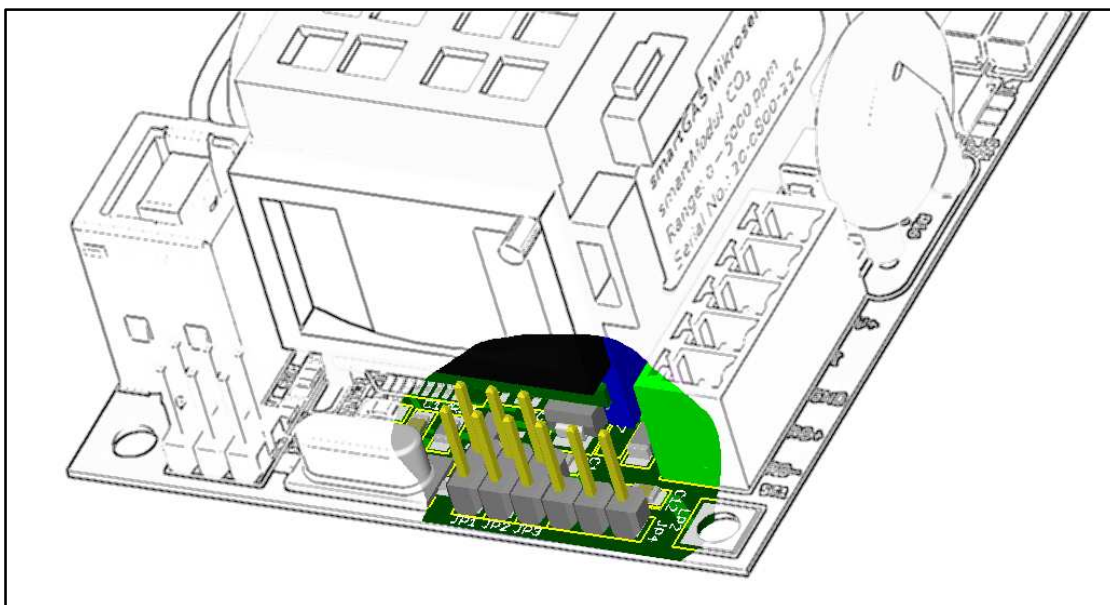

Bild 5: Jumper 3 nicht gesteckt → Bereich des Stromsignals 4-20mA
2. nicht gesteckt ⇔ 4-20mA – siehe Bild 5.